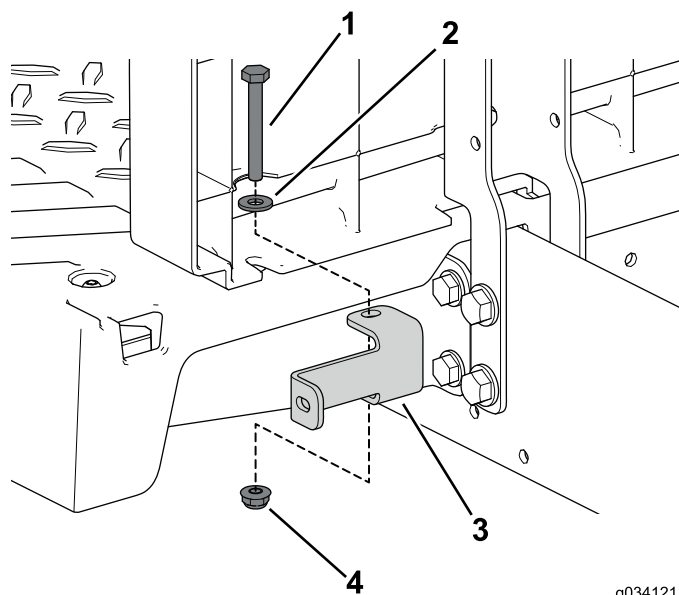

図 87
7. 左右のパネルブラケットを車体に固定するボルト1/4 x 2 インチ2本、ワッシャ、ロックナットを使う 図 87。
8. 左サイドカバーを座席アセンブリに固定するタッピングねじ4本を使用する 図 87。